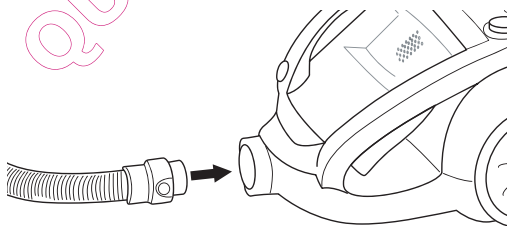

Figure 2 *Branchement du tuyau souple*
1. Le branchement du tuyau souple sur le bloc moteur se fait avec un petit déclic. Pour détacher le tuyau souple, vous appuyez sur les deux boutons latéraux au niveau du branchement et vous l'attirez à vous; voir la figure 2.